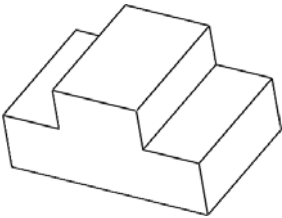

图 5-96 模型文件
- 01 打开素材库中的“第 5 章/5-11 创建异型孔.sldprt”文件，如图 5-96 所示。